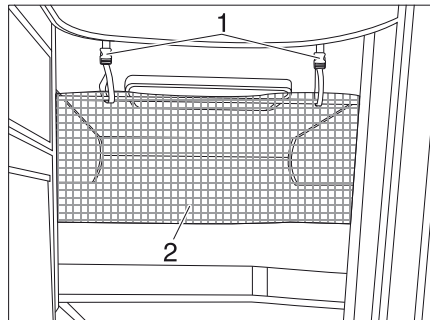

Bild 163 Skyddsnet
Skydds nätet (Bild 163,2) är standard. Det ligger mellan madrassen och ribbotten. Skydds nätet ska först monteras när personen som ska sova där befinner sig i sängen.
- Haka fast fästbanden (Bild 163,1) i hållarna i taket.